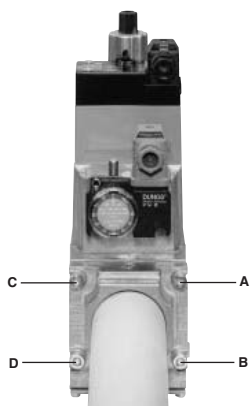
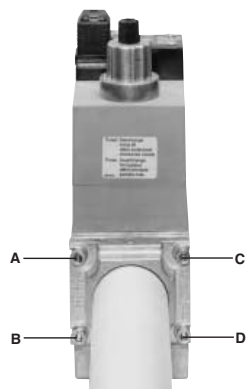
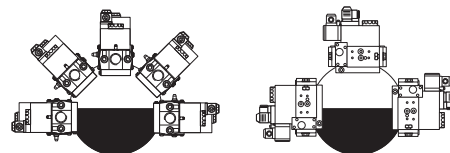

Рис. 9
Рис. 10
Рис. 12
3. Затянуть винты А, В, С и D (Рис. 9 - Рис. 10), (Рис. 12), соблюдая дистанции монтажа (Рис. 12);
1. Раслабить винты А и В, но **не снимать** их (Рис. 9 и Рис. 10)
2. Отвинтить винты С и D (Рис. 9 и Рис. 10)